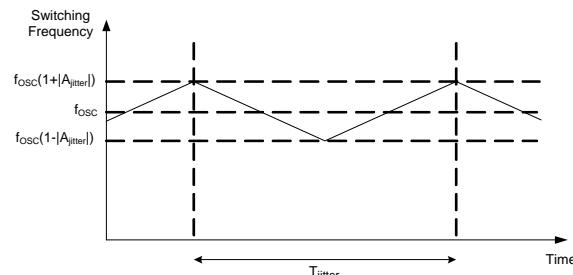

图 3：抖频
受控电流源会给内部电容器充电，该电流源在 $FB > 2V$ 时固定，并将其电压与 TIMER 电压进行比较。TIMER 电压是 2.8V 至 3.2V 之间的三角波，具有充电/放电电流（见图 3）。开关频率可以使用公式 (1) 计算：